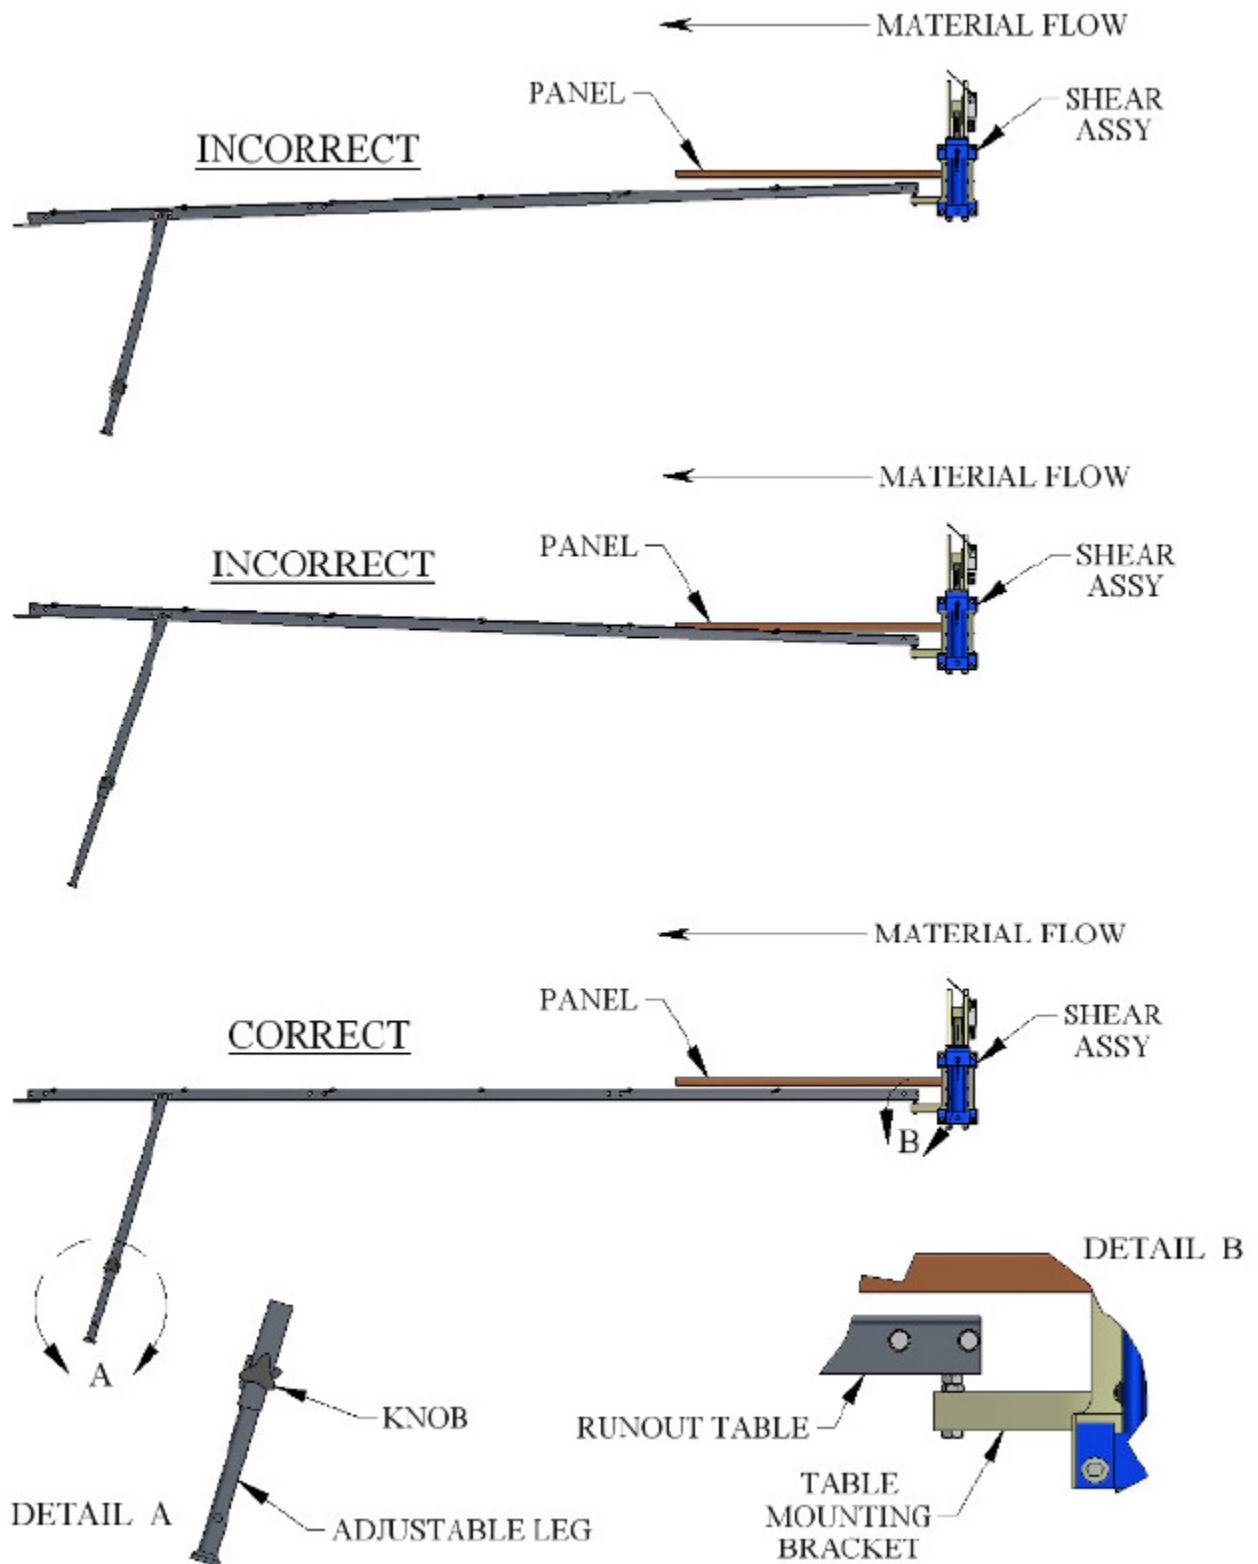

Ilustración 81: Instalación de mesa de Salida.
4. Suelte las dos perillas en el ensamble de la pierna y permite que las piernas caigan libremente. Localice la altura de la mesa en la parte izquierda y derecha ajustándola al nivel de la máquina usando las perillas para ubicar las piernas en su lugar. Vea la ilustración 81 para las configuraciones correctas e incorrectas y más detalles.